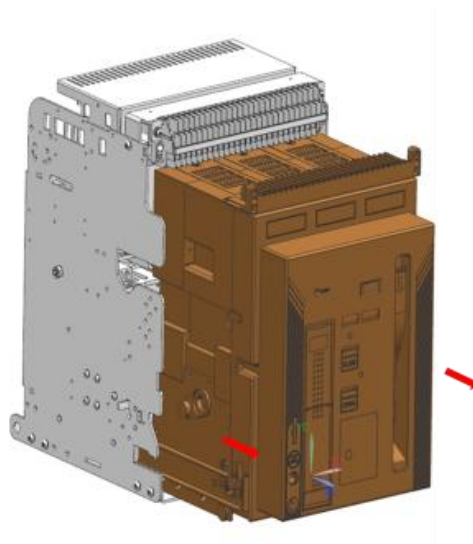

FIG 1
2. 인출형 제품의 경우는 제품을 인출하십시오. [FIG 1]
If Draw-out type breaker, draw out the breakr. [FIG 1]